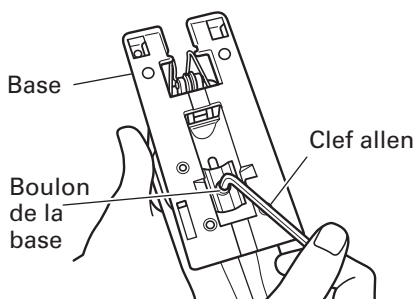

Fig. 11
- (1) Desserrer le boulon de la base avec la clé allen fixée à la base. (Fig. 11)
REMARQUE: Pour assurer une coupe précise lors de l'utilisation du guide (Fig. 11), toujours régler la position orbitale sur "0".
- (1) Desserrer le boulon de la base avec la clé allen hexagonale fixée à la base. (Fig. 11, 12)
- (3) Resserrer le boulon M5. (Fig. 11)
- (4) Régler la position orbitale sur "0".
- (1) Retirer la clé allen de la base.
- (2) Déplacer la base à fond vers l'avant. (Fig. 11, 12)